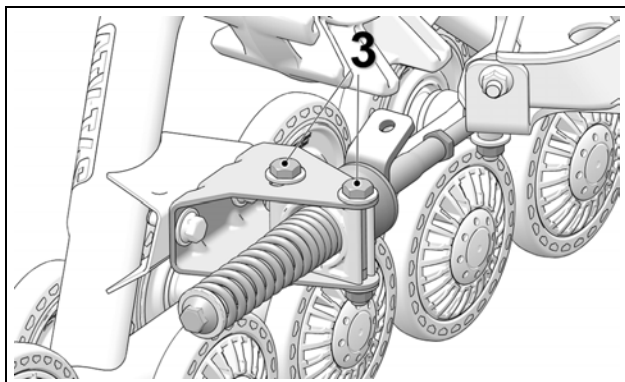

Figure 18
- Resserrer les boulons (3) de l'ancrage antirotation à un couple 50 N•m [37 lb-pi]. Voir la Figure 18.